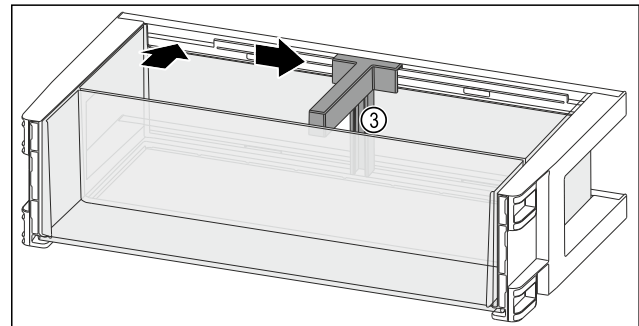

Fig. 144
- ▶ Flaschenhalter Fig. 144 (3) in die Aussparung einsetzen.
- ▶ Flaschenhalter Fig. 144 (3) in gewünschte Position zur Seite schieben.